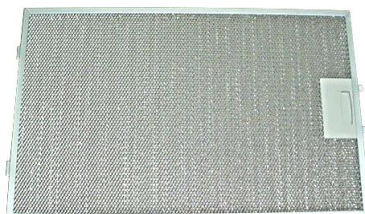

Рис. 9
- Снимите алюминиевый жировой фильтр (рис. 9).
- Установите жировой фильтр (рис. 9).
Жировой фильтр (рис. 9) следует чистить в зависимости от интенсивности приготовления пищи, но не реже, чем раз в месяц. Для очистки жирового фильтра необходимо его вынуть и промыть теплой водой со средствами, растворяющими жир, или в посудомоечной машине, установив его в вертикальном положении. При очистке алюминиевого фильтра обратите внимание на то, чтобы не повредить сетку. После промывки и сушки фильтр должен быть повторно установлен в вытяжку. Когда алюминиевый фильтр чистится нерегулярно, он быстрее изнашивается, а вытяжка теряет свою производительность.